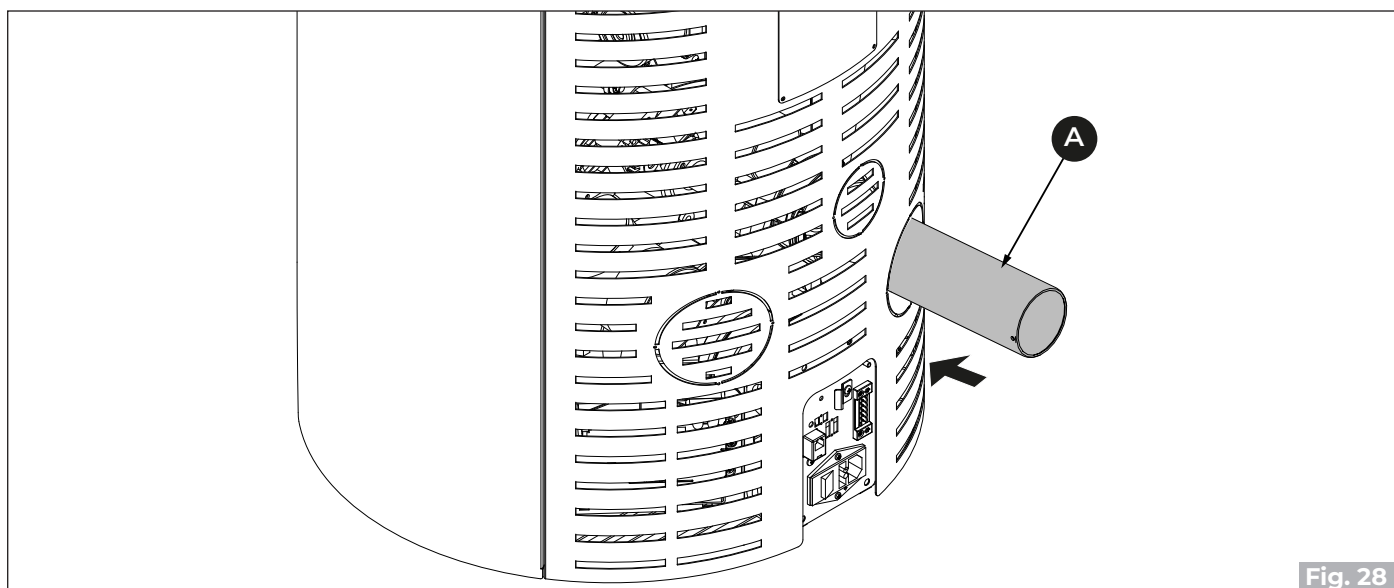

Fig. 28
- Schließen Sie das Rauchabzugsrohr **(A)** (**Fig. 28**).